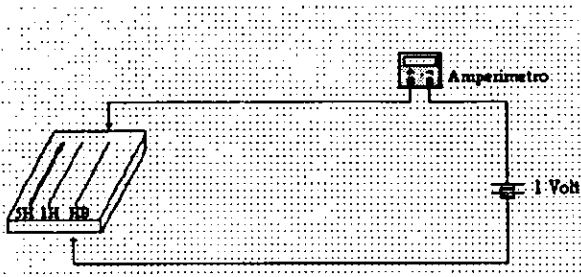

FIGURA 7
- a) Arme el diagrama de la figura 7.